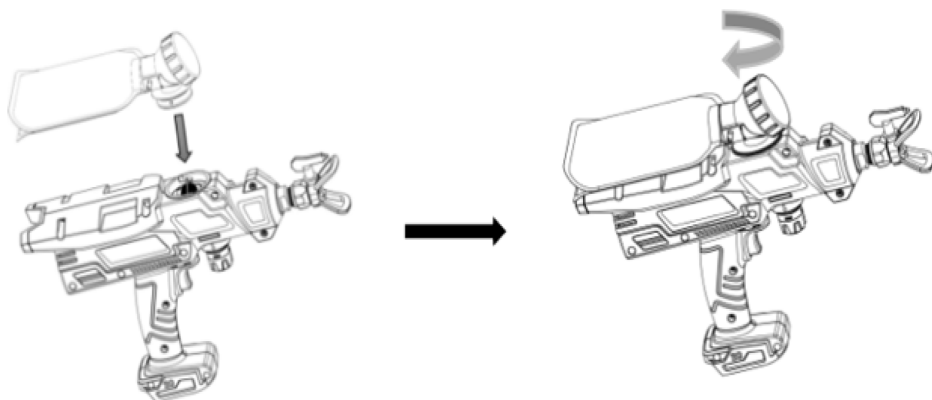

Рис. 6
2. Полностью вставьте разъем быстросъемного переходника в гнездо корпуса, поверните его по часовой стрелке, чтобы зафиксировать, а затем выровняйте и зафиксируйте липучку (рис. 6).